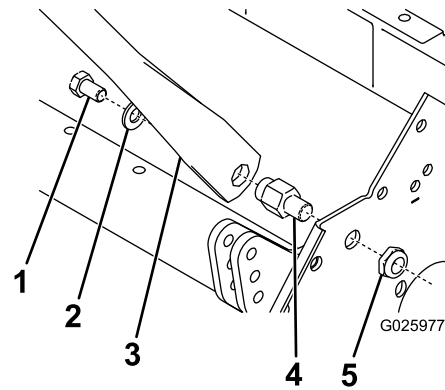

Bild 1
8. Entfernen Sie die Schraube, den Drehzapfen und die Bundkopfmutter, mit der der Biegel an der Maschine befestigt ist (Bild 1).